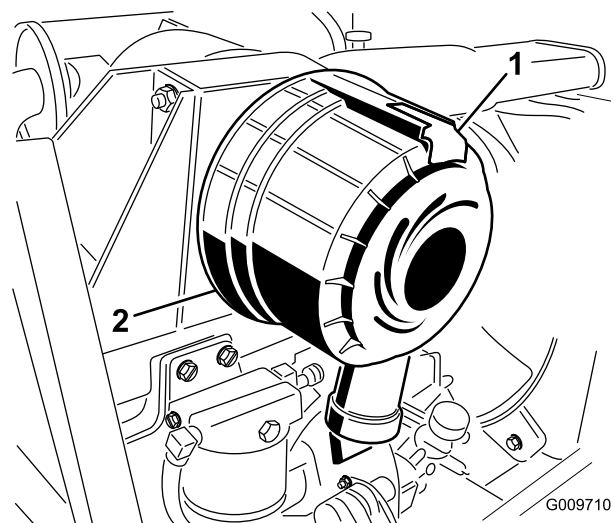

Рисунок 82
2. Оттяните защелку наружу и поверните крышку воздухоочистителя против часовой стрелки (Рисунок 82).